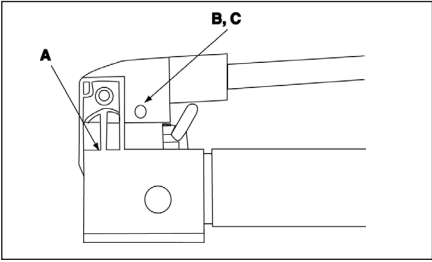

图10
为了提高泵的性能和使用寿命，请定期对梁销 (A)、十字头销 (B) 和活塞头 (C) 进行润滑，推荐使用滚柱轴承润滑脂。参见图 10。